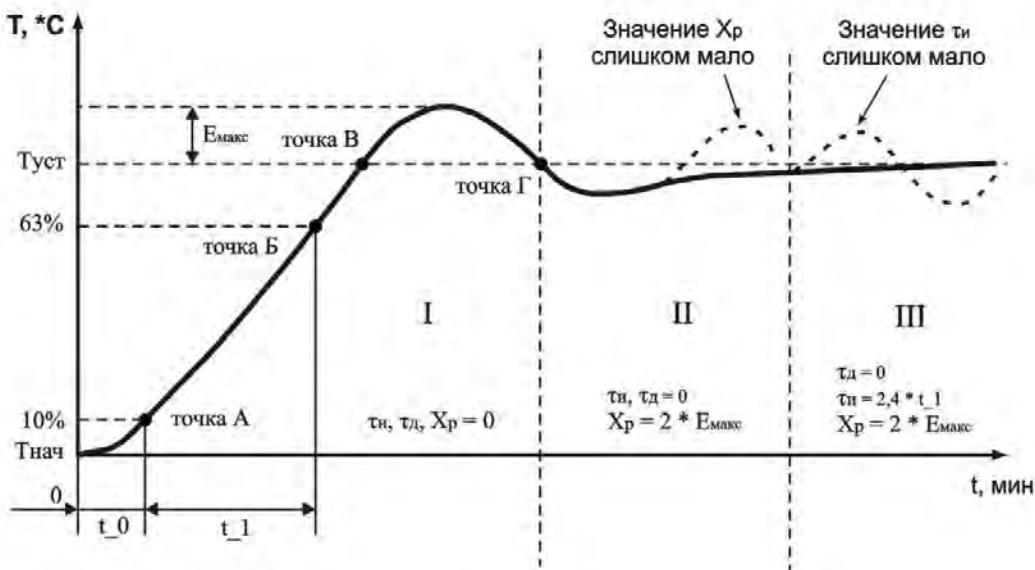

Рисунок 6.1 Ручная настройка ПИД-регулятора
7.2.5.2.3 Установить значение параметра  $\text{сН1} = 3$  ( $\text{сН2}$ ,  $\text{сН3}$ ,  $\text{сН4}$ ). После нажатия кнопки **ВВОД**, на индикаторе отобразится мигающая надпись “ $P_{\text{d}}$ ” с соответствующим индикатором номера настраиваемого канала в течении времени 10 сек (время может меняться в зависимости от установленного времени фильтра  $F_{\text{E1}}, F_{\text{E2}}, F_{\text{E3}}, F_{\text{E4}}$ ). По окончанию времени регулятор выдаст непрерывный максимальный выходной сигнал и на дисплее отобразится текущая температура с точкой в младшем разряде “xxx.”. В результате чего выходное реле нагрузки будет включено до тех пор, пока не будет достигнута величина температуры равная  $S^P$  ( $T_{\text{уст}}$ ). После выключения реле нагрузки (стадия I, точка В на рисунке 6.1) некоторое время температура по инерции будет продолжать увеличиваться. Как только контролируемая температура опустится ниже  $S^P$  ( $T_{\text{уст}}$ ), процесс автонастройки заканчивается (точка Г рисунок 6.1), на дисплее отображается непрерывная надпись “ $P_{\text{d}}$ ”. ТР-101 вычисляет коэффициенты ПИД регулятора: полосу пропорциональности  $X_p$ , постоянную времени интегрирования  $\tau_i$ , постоянную времени дифференцирования  $\tau_d$ . После окончания автонастройки необходимо нажатием кнопки **МЕНЮ** перевести прибор в режим программирования, в котором можно посмотреть и скорректировать полученные значения коэффициентов.
7.2.5.3.6 Измерить максимальное значение перерегулирования между точками В и Г (Емакс. рисунок 6.1).